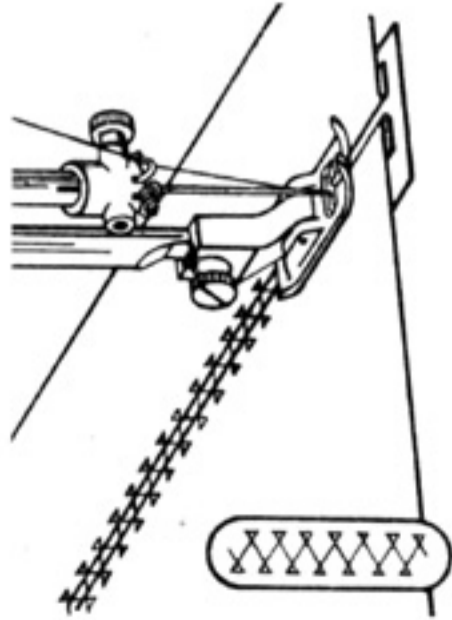

Рис. 71
49. Крестообразная строчка (рис. 71)